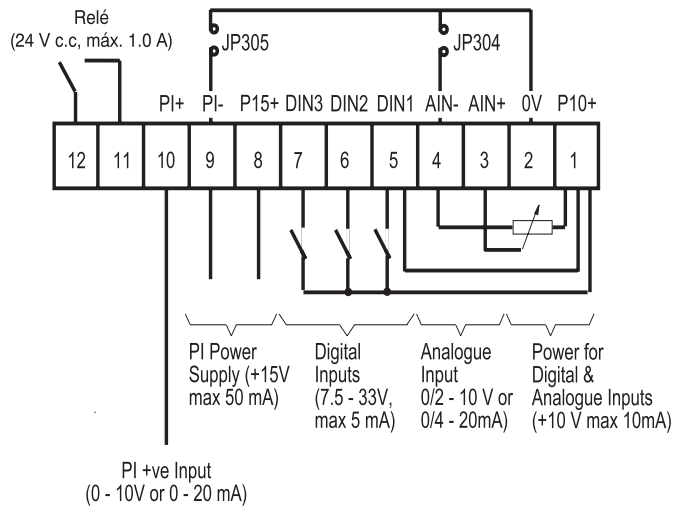

Fig. 3: Conexiones de los Terminales de Control
Alimentar el cable de control hacia el inversor a través del adecuado agujero de collarín (ver Fig. 1). Conectar los cables de control de acuerdo con la información en las Fig. 3 y 4 (ver también Fig. 1)
Observe que el potenciómetro opcional instalado como un valor de referencia analógico que se muestra en la Fig. 3 asume que la conexión puente JP304 está conectando 0V (clavija 2) a AIN- (clavija 4). También, P15+ puede ser utilizado como una alternativa a P10+ para las entradas digitales.
- Conectar un potenciómetro de 4.7 kW a los terminales de control como se muestra en la Fig. 3 o aplicar una señal de 0 - 10 V entre la clavija 2 (0V) y la clavija 3 (AIN+). En ambos casos, colocar la conexión puente JP304 para conectar 0V a AIN-.